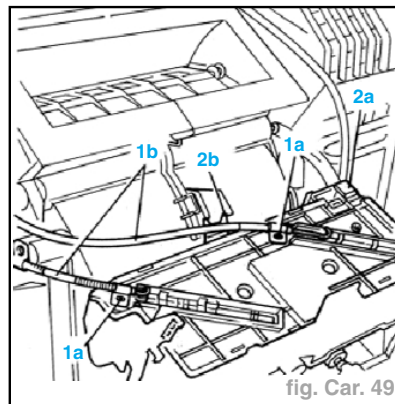

fig. Car. 49
- Dégager le support (2a) du boîtier de conditionneur en faisant lever sur l'agrafe de retenue (2b) (fig. Car. 49).